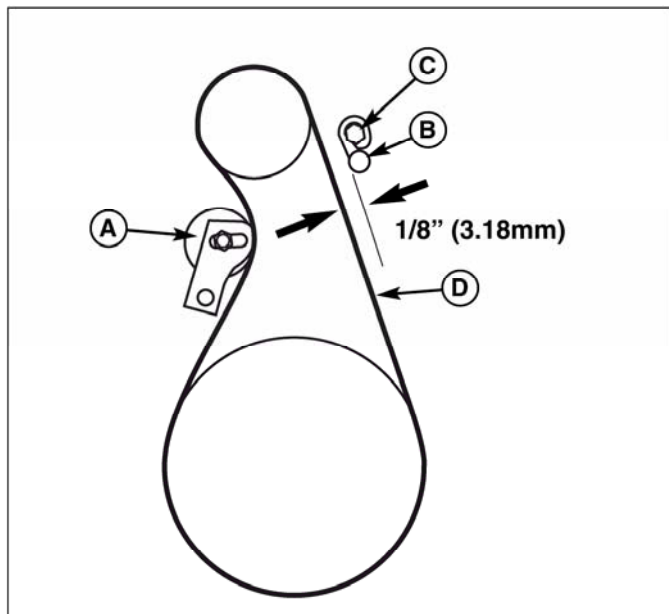

Рис. 24. Направляющая ремня
3. Измерьте расстояние между направляющей ремня (В, рис. 24) и ремнем (D). Расстояние должно быть 3,18 мм.